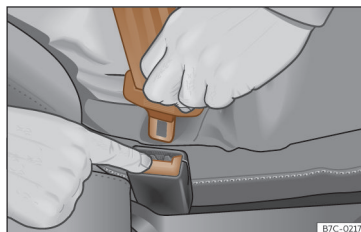

Fig. 24 Soltar a lingueta do fecho do cinto.
- Pressione o botão vermelho do fecho >>> **Fig. 24.** A lingueta saltará do fecho.